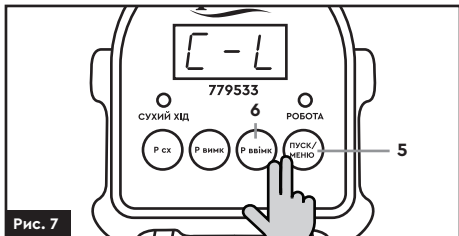

Рис. 7
3. Для входу в меню коригування даних одночасно натисніть кнопки «P ввілк» (6) та «ПУСК/МЕНЮ» (5) (рис. 7).
4. На дисплеї короткочасно відобразиться напис «C-L», а потім «0.0» (рис. 7).